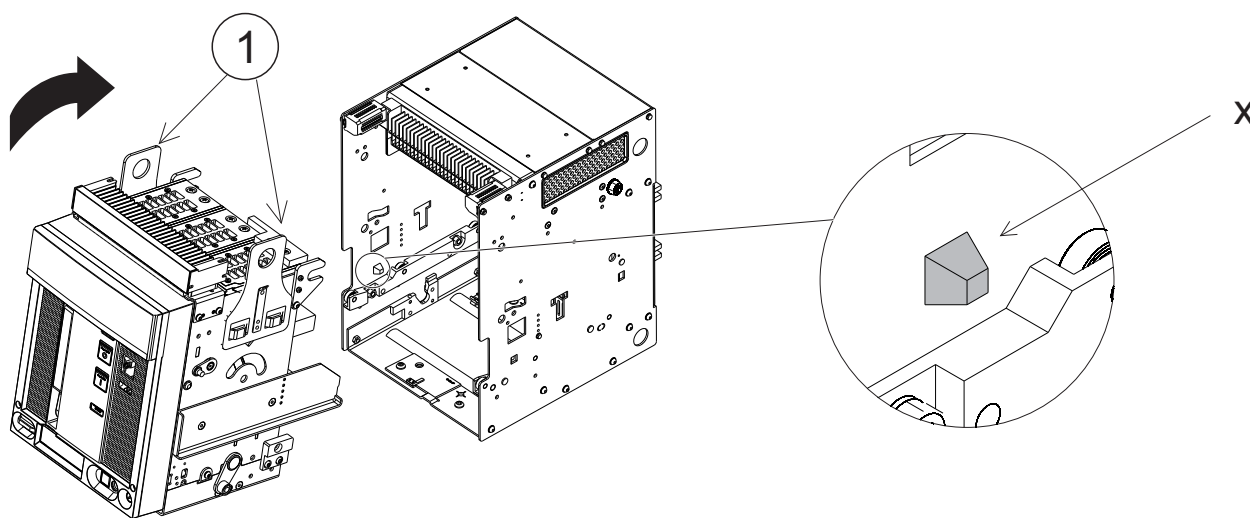

Fig. 10
Sollevare la parte mobile e inserirla nelle guide della parte fissa inclinandola come indicato in fig. 10. Gli interruttori devono essere sollevati preferibilmente mediante apposito carrello elevatore. E' consentito tuttavia l'uso di funi.
Lift the moving part and fit it into the guides of the fixed part, tilting it as shown in fig. 10. The circuit-breakers should be lifted by lift truck. Use of ropes is, however, permitted.
Den beweglichen Teil und in die Führungen des festen Teils einschieben, indem er wie in Abb. 10 gezeigt geneigt wird. Die Leistungsschalter sind vorzugsweise mit einem besonderen Gabelstapler zu heben. Die Verwendung von Seilen ist ebenfalls zulässig. Soulever la partie mobile et
l'introduire dans les glissières de la partie fixe, en l'inclinant comme indiqué dans la figure 10. Les disjoncteurs doivent être soulevés de préférence avec un chariot élévateur adéquat. L'emploi d'élingues-câbles est toutefois autorisé.
Elevar la parte móvil e insertarla en las guías de la parte fija, inclinándola como se indica en la fig.10. Efectuar la elevación de los interruptores en lo posible con una carretilla elevadora idónea. Está permitido de todos modos el uso de cuerdas.
Il kit di retrofitting direct replacement (fig. 10) è corredato di apposite spalle (1) per il sollevamento.
The Direct Replacement retrofitting kit (fig. 10) has supports (1) allowing it to be lifted.
Der Nachrüstsatz «direct replacement» (Abb. 10) verfügt über geeignete Schultern (1) zum Heben.
Le kit de mise à niveau «retrofitting direct replacement» (fig. 10) est doté d'épaules spéciales (1) de levage.
El kit de retrofitting direct replacement (fig. 10) está provisto de específicos apoyos (1) para la elevación.